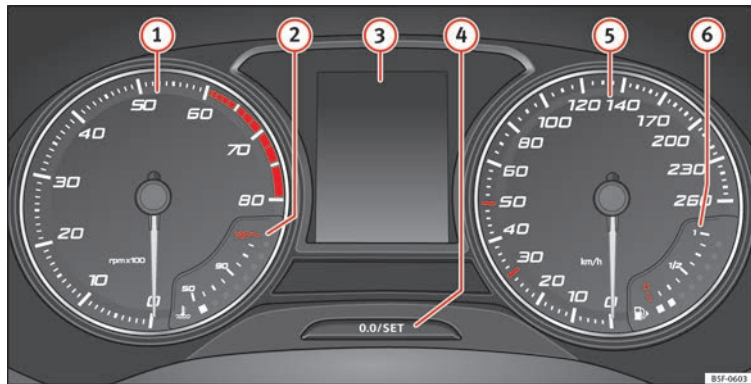

Fig. 119 Cuadro de instrumentos en el tablero de instrumentos.
» **fig. 119:**
El cuentarrevoluciones muestra el régimen de revoluciones del motor por minuto » fig. 119 ①.
① CUIDADO
La aguja del cuentarrevoluciones ① » fig. 119 sólo deberá alcanzar la zona roja durante un breve período de tiempo, de lo contrario corre el peligro de sufrir daños en el motor.
Al conectar el encendido, en la pantalla del cuadro de instrumentos » fig. 119 ③ puede visualizarse información diversa, en función del equipamiento del vehículo:
- Pulse brevemente el botón **» fig. 119 ④** para restablecer el cuentakilómetros parcial a 0.
- Mantenga pulsado el botón **④** durante unos 3 segundos y se visualizará el valor anterior.
- Para ajustar la hora, mantenga pulsado el botón **» fig. 119 ④** durante más de 3 segundos para seleccionar el indicador de horas o bien de minutos.
- Para proseguir el ajuste, pulse la parte superior o inferior del botón **④**. Para que los números se sucedan con rapidez, mantenga la tecla pulsada.
- Pulse nuevamente el botón **④** para finalizar el ajuste de la hora.
Mantenga pulsado el botón » fig. 119 ④ durante más de 15 segundos para visualizar las letras distintivas del motor (MKB) del vehículo. Para ello, el encendido debe estar conectado y el motor apagado.